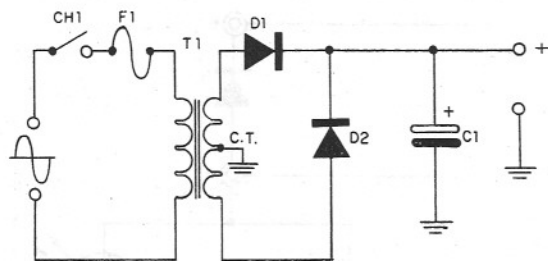

figura 7
Se o leitor quiser alimentar o aparelho através da rede elétrica poderá montar a fonte cujo circuito se encontra na figura 7 à guisa de orientação — neste caso o interruptor CH1, figura 3, deverá ser omitido; para que dois interruptores?
- d) Se for montada a fonte de alimentação sugerida na figura 7, é recomendável que ela seja montada na própria plaqueta do circuito de teste propriamente dito (figura 3) — tanto o fusível F1 como o interruptor CH1 são componentes externos à plaqueta, devendo ser fixados à caixa do circuito.
OBS.: Se você montar a fonte de alimentação, cujo circuito se encontra na figura 7, tenha o máximo cuidado para que os terminais "+" e terra não entrem em curto-circuito.